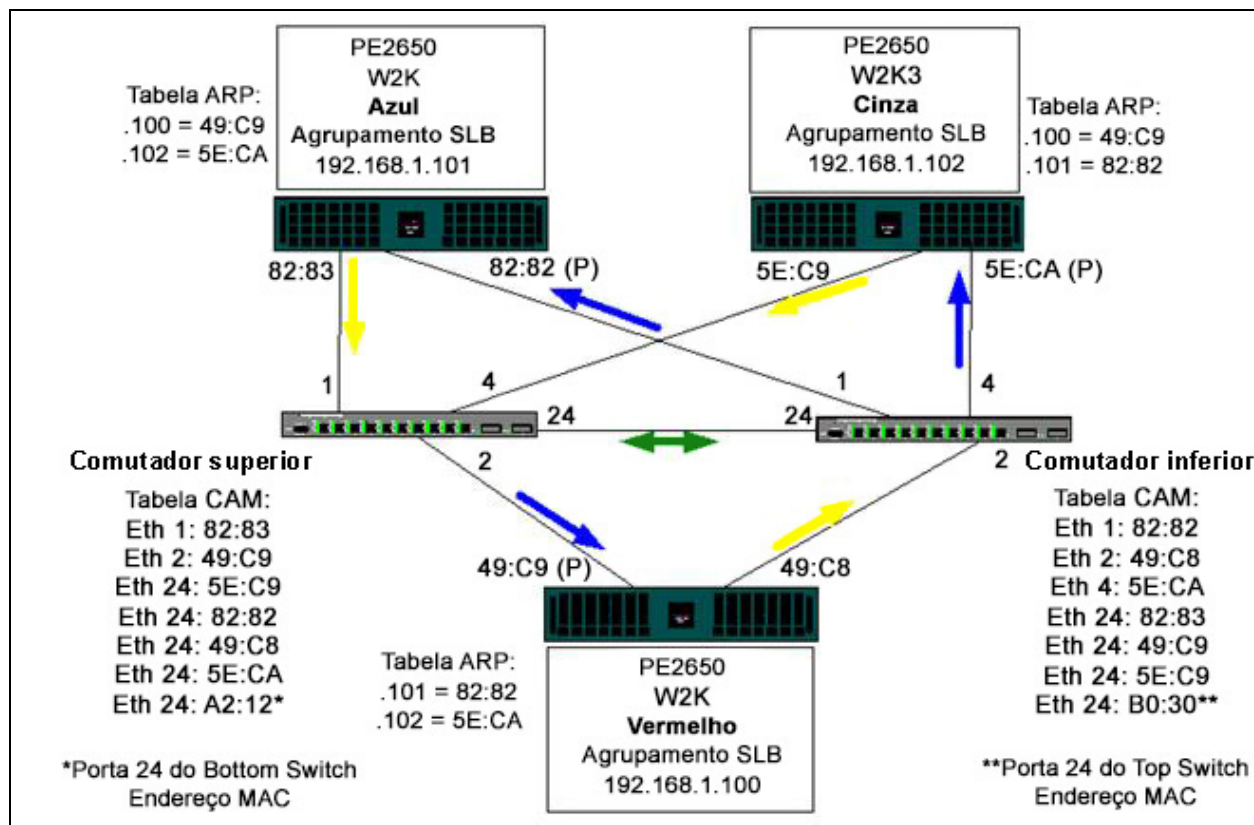

Figura 11-4. Agrupamento através de comutadores com interconexão
- A Figura 11-4 tem um cabo de interconexão instalado.